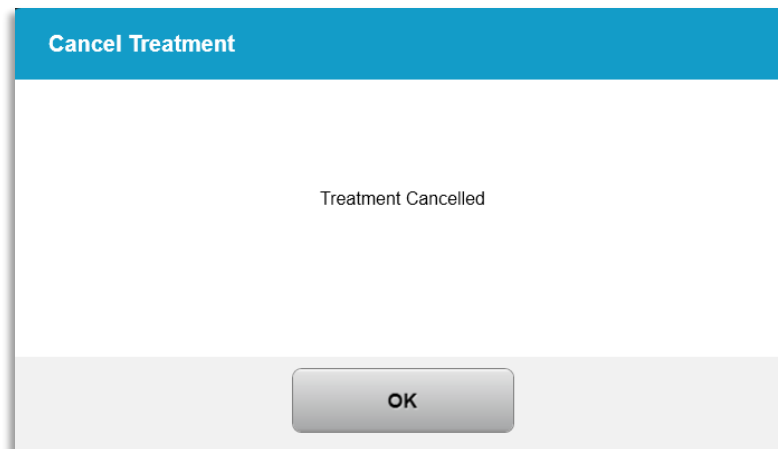

Figura 3-29. Confirmación de tratamiento cancelado
- Si se confirma la cancelación del tratamiento, aparecerá el mensaje "Tratamiento cancelado" (Treatment Cancelled) en la pantalla, tal como se muestra en la figura 3-29.